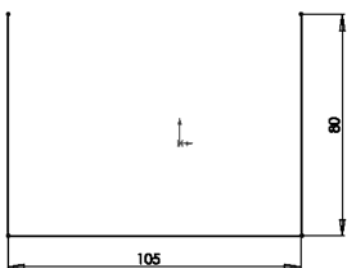
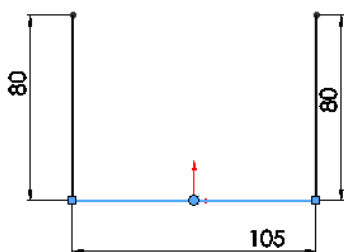

图 10-144 绘制草图
图 10-145 添加“中点”约束
(1) 启动 SolidWorks 2012，单击“标准”工具栏中的（新建）按钮，或选择“文件”→“新建”菜单命令，在弹出的“新建 SolidWorks 文件”对话框中选择（零件）按钮，然后单击“确定”按钮，创建一个新的零件文件。
(2) 绘制草图。在左侧的“FeatureMannger 设计树”中选择“前视基准面”作为绘图基准面，然后单击“草图”工具栏中的（边角矩形）按钮，绘制一个矩形，将矩形上直线删除，标注相应的智能尺寸，如图 10-144 所示。将水平线与原点添加“中点”约束几何关系，如图 10-145 所示，然后单击（退出草图）按钮。